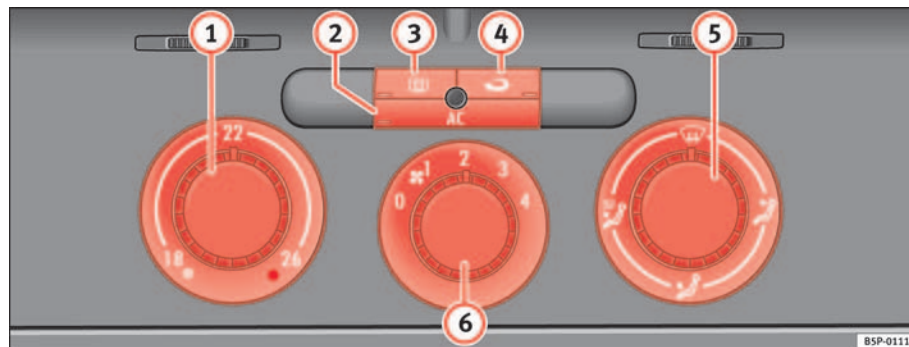

Fig. 125 Sulla plancia portastrumenti: i comandi del Climatic
- Ruotare verso destra la manopola di regolazione della temperatura ⇒ fig. 125 ① portandola sul livello desiderato.